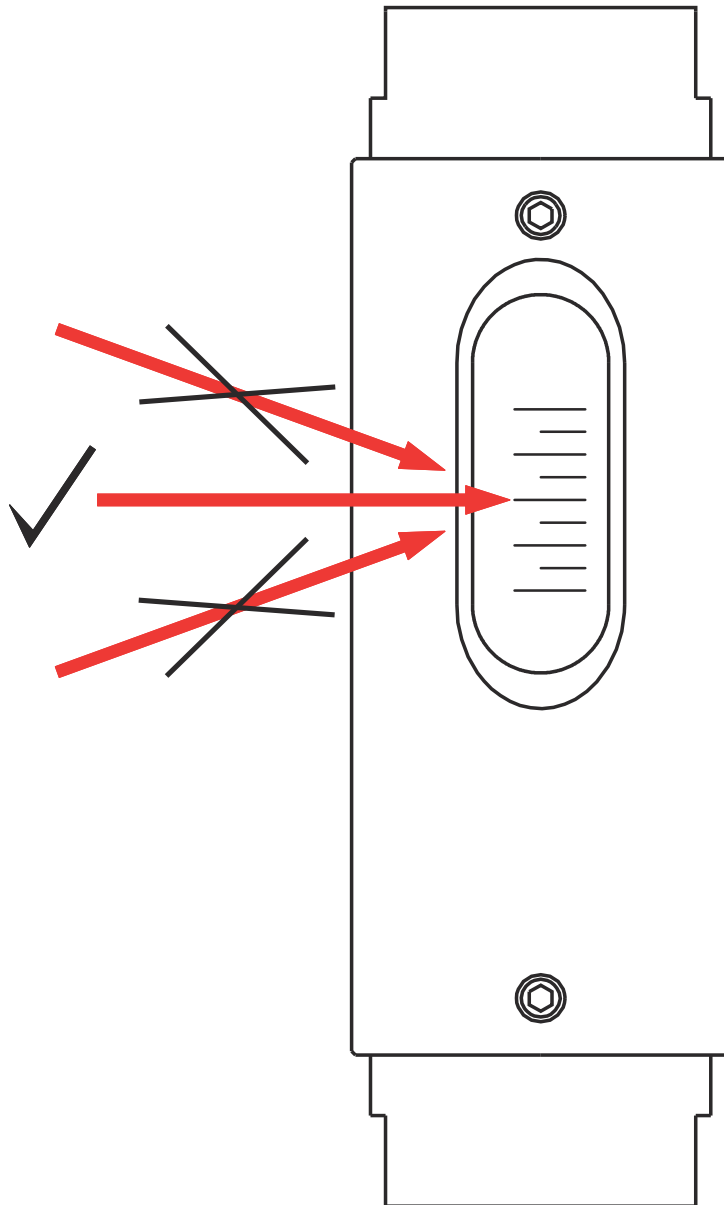

Abb. 40: Messskala ablesen
2. ➤ Geradeaus auf die Messskala blicken (Abb. 40, mittlerer Pfeil). Durch einen Blickwinkel von oben oder unten kann der Ablesewert verfälscht werden